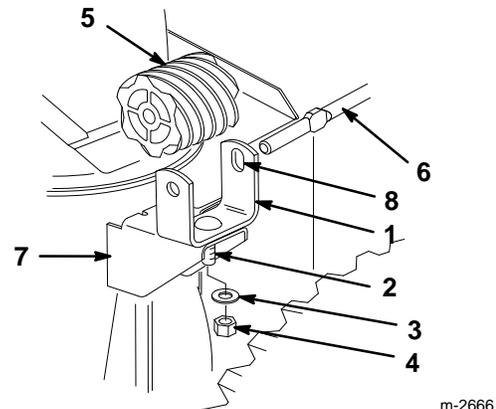

Abbildung 14
- Die Schloßschraube in das Montageloch des Schneckengetriebebügels stecken (Abb. 14).
- Das Schneckengetriebe im Bügel positionieren, die Schlitzlöcher in Schneckengetriebe und Bügel aufeinander ausrichten und das Auswurfkanalgestänge durch die Schlitzlöcher stecken (Abb. 14).
- Schneckengetriebe und Bügel mit einer Schloßschraube, einer flachen Unterlegscheibe und einer Sicherungsmutter lose am Montageflansch anbringen (Abb. 14).